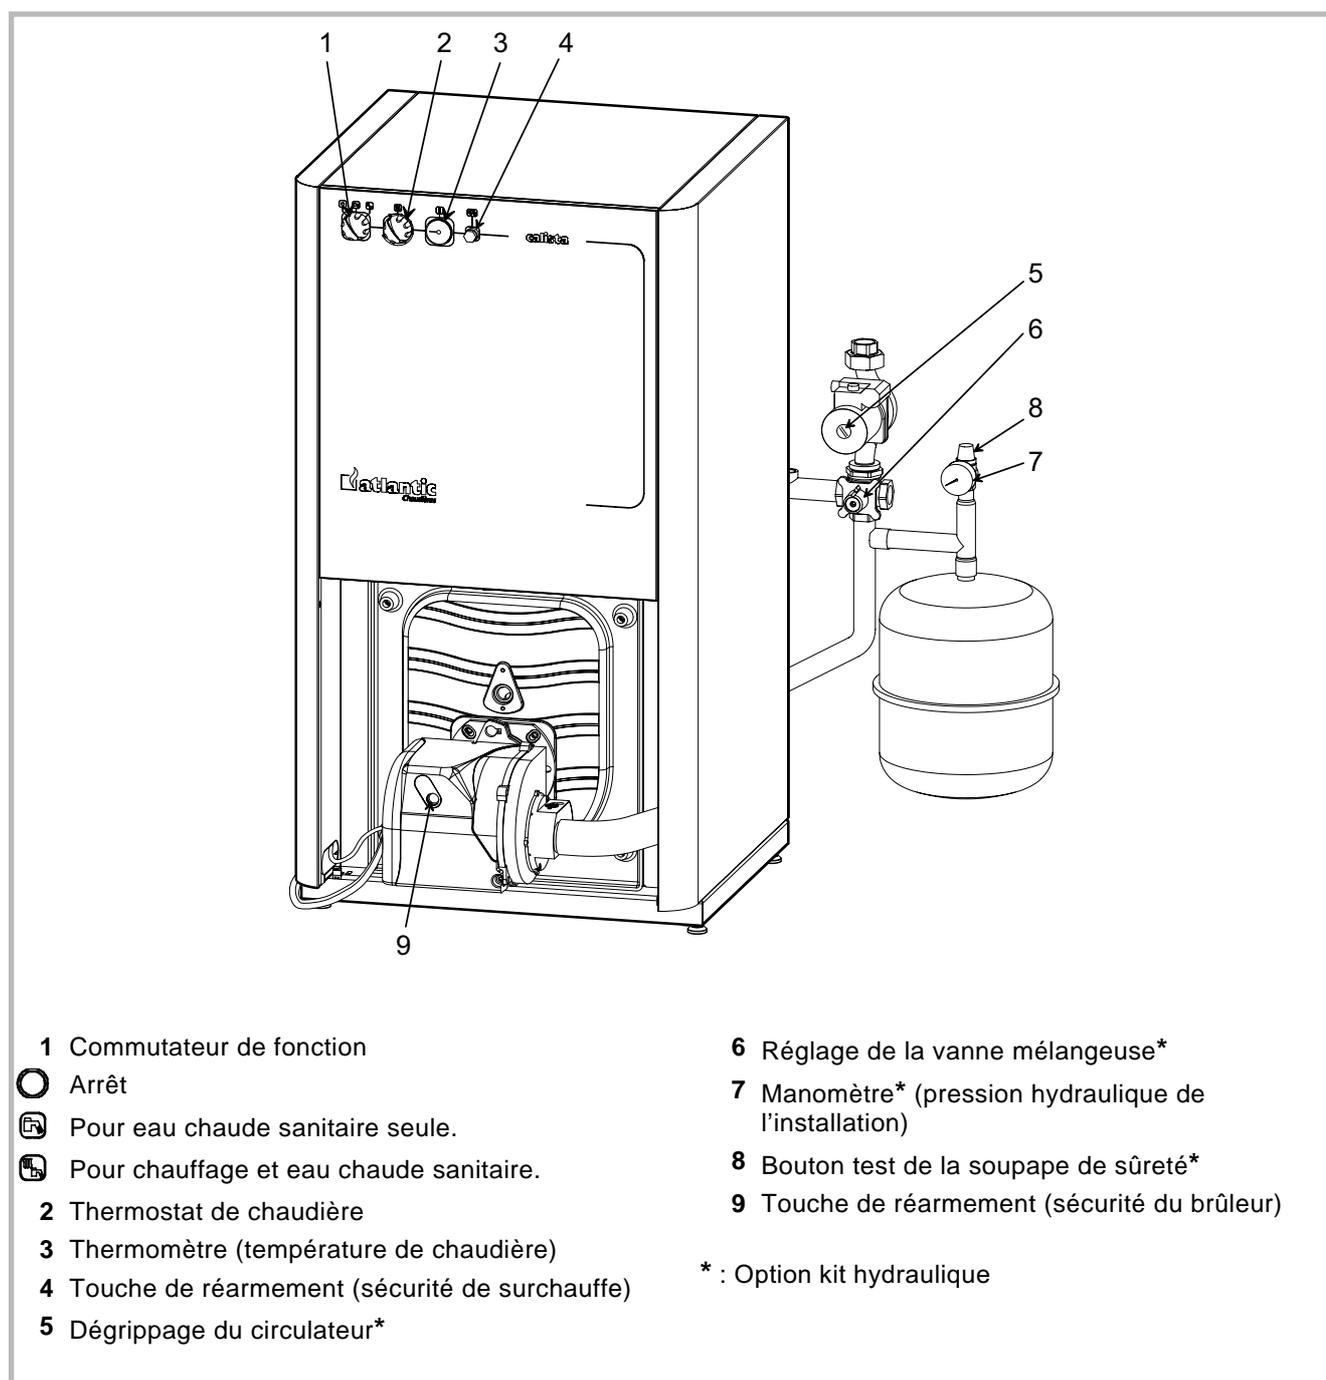

Figure 23 - Organes de commande et de contrôle
- Régler le thermostat de chaudière pour obtenir la température désirée de la chaudière (rep. 3, fig. 23),
Vérifier régulièrement la pression de l'eau dans le circuit chauffage (entre 1,5 et 2 bar) (rep. 7, fig. 23).